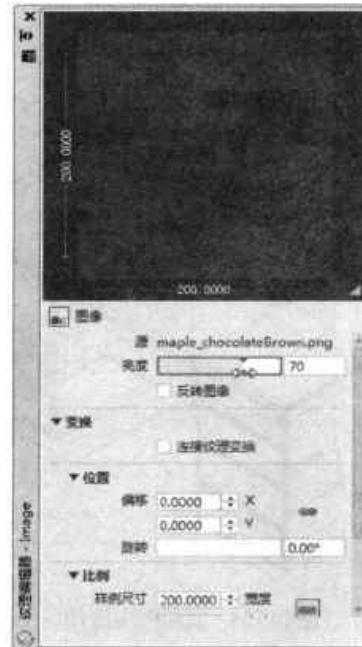

图14-16 设置材质亮度
**Step 04** 在“图像”选项组中，用户可调整材质亮度参数，如图 14-16 所示。调整完毕关闭该选项板。